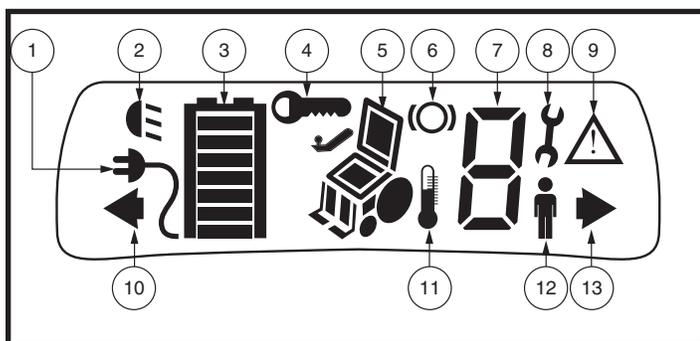

Figure 1. Écran LCD
L'écran présente à l'utilisateur des informations et des réactions sur l'état des batteries, verrouillage, actionneurs, clignotants, programme de fonctionnement, vitesse du fauteuil, mise en garde et notifications de problèmes internes. **Voir la figure 1.**
- **Mise en garde:** Alerte sur des conditions qui peuvent affecter le fonctionnement ou la performance du fauteuil. **Voir la figure 1.**
- **Température:** Vous alerte de conditions de température élevée des composantes internes de votre fauteuil motorisé qui pourraient en affecter le fonctionnement et/ou la performance. **Voir la figure 1.**